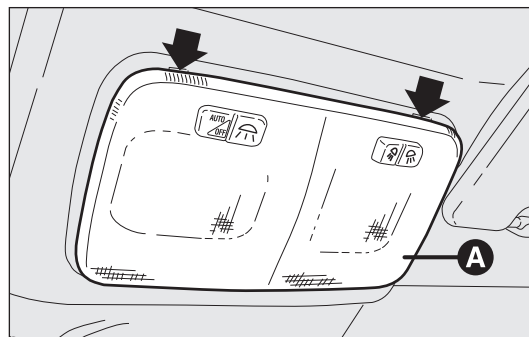
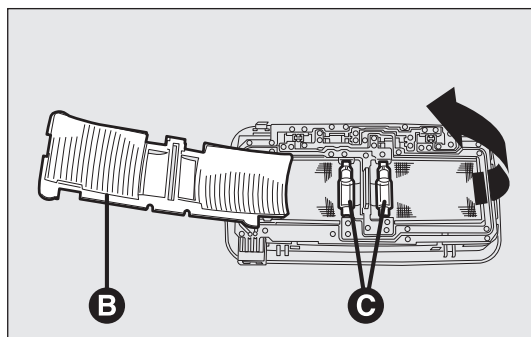

fig. 200
fig. 201
- ❑ agir sur les points indiqués par les flèches et enlever le plafonnier A-fig. 200;
- ouvrir la trappe de protection B-fig. 201 ;
- remplacer les ampoules C-fig. 201 en les dégageant des contacts latéraux et en s'assurant que les nouvelles ampoules sont correctement bloquées entre les contacts ;
- refermer la trappe B-fig. 201 et fixer le plafonnier A-fig. 200 dans son logement, puis vérifier qu'il soit bien bloqué.